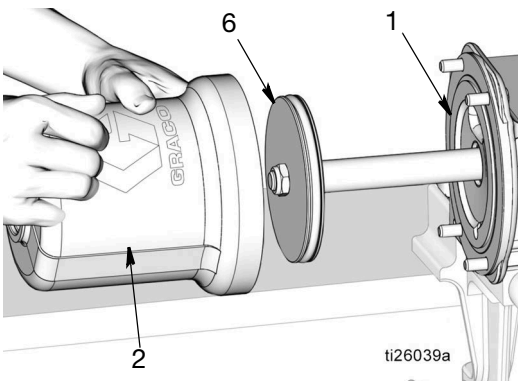

FIG. 51
- a. Limpie el interior del cilindro de aire (2) con un paño limpio y elimine cualquier resto de suciedad o contaminantes.
- b. Aplique una capa fina de grasa en las superficies internas del cilindro de aire (2). Deslice el cilindro de aire (2) por el pistón (6) y empújelo hasta que quede asentado firmemente en la base de la bomba (1). Consulte FIG. 51.